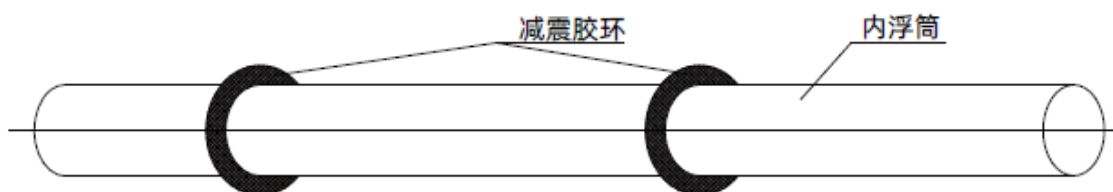

图 4 减震胶环
5.2.2 若 ZTD 智能浮筒发讯器与其它零件采用分体包装，安装内筒前，请先拆除套在内筒上的两个减震胶环（图 4）。